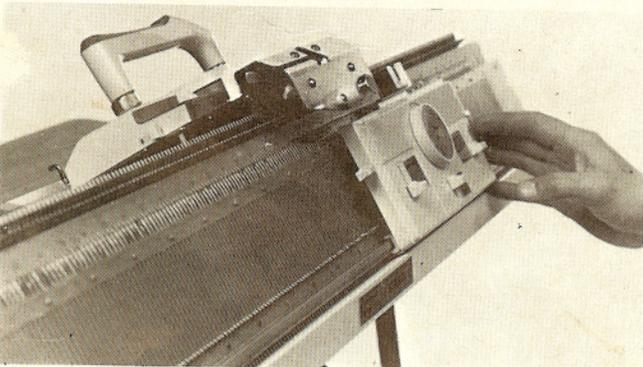

Fig. 16
- Appliquer le chariot avant contre la fonture et l'amener en face du chariot arrière. Les deux chariots s'enclenchent automatiquement (fig. 16 et 17).